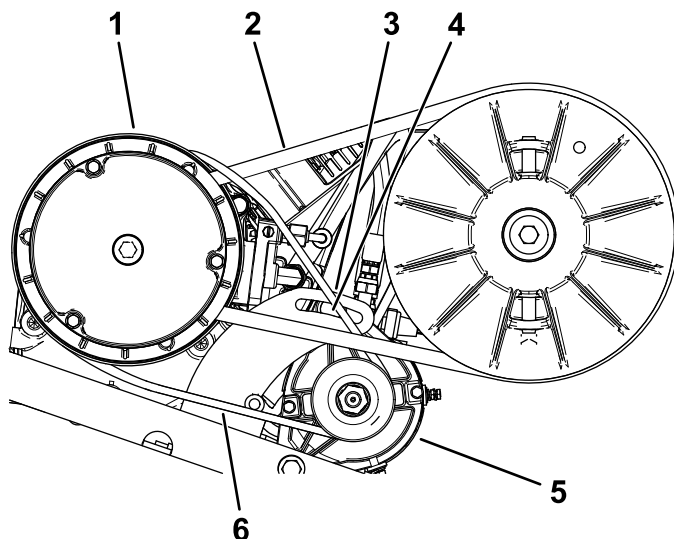

Figure 67
2. Desserrez l'écrou de pivot de l'alternateur (Figure 67).
4. Appuyez sur le levier pour faire pivoter le démarreur vers le bas dans la fente jusqu'à ce que la tension de la courroie produise une flèche de seulement 6 mm ($\frac{1}{4}$ po) quand une force de 44 N·m (10 pi-lb) est appliquée (Figure 67).
5. Serrez l'écrou de pivot à la main et enlevez le levier (Figure 67).